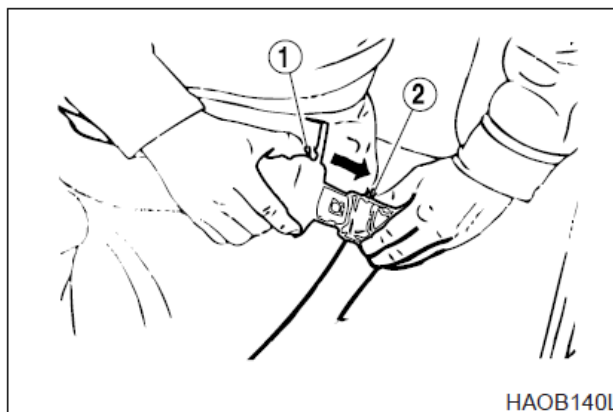

Рис. 102
Вставить конец ремня (1, рис.102) в пряжку (2). Потянуть ремень, чтобы проверить фиксацию конца ремня в пряжке.